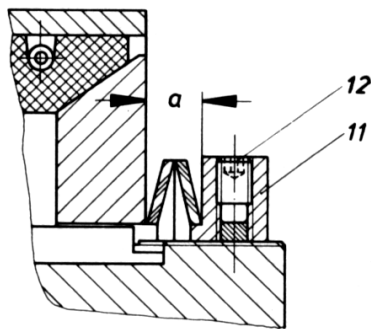

Bild 4
4.1.6 Kupplung wie in Abb. 4 dargestellt in ausgeschaltetem Zustand mit Messuhr ausrichten. Beim Drehen der Kupplungsseite dürfen die Rundlauf- und Planlaufabweichungen an allen Punkten des Kupplungsmantels die in Tab. 1 genannten Werte nicht überschreiten.